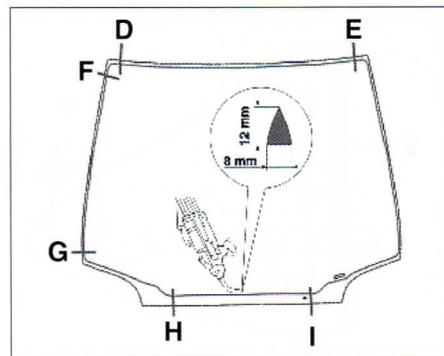

FIG. 78
- Trazar las zonas de encolado (fig. 78).